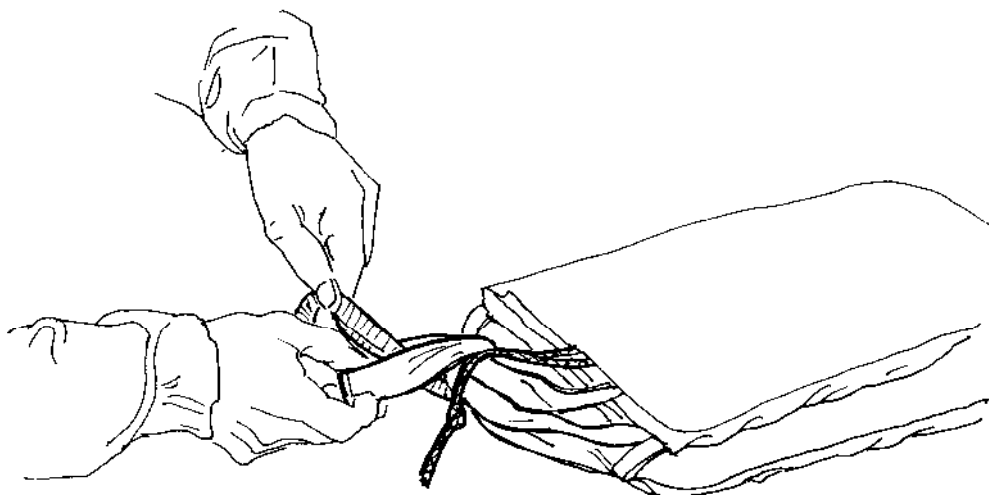

Figure 3.34 – Mise en place de la S.O.A. (3)
- relier la S.O.A. aux sangles de brêlage et aux drisses de liaison des deux PE9 par un nœud tête d'alouette (nœuds de plein poing des drisses de liaison sur le côté du nœud tête d'alouette) (figure 3.34) ;